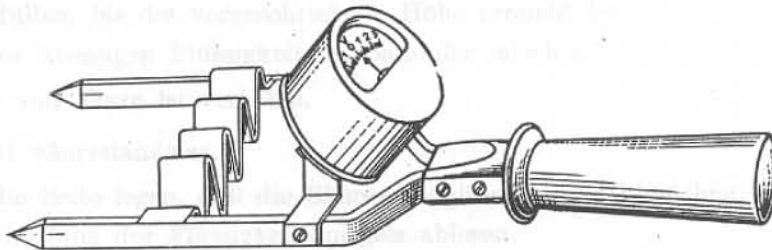

Abb. 11
79. Der Sammlerzellenprüfer (Abb. 11) soll das Prüfen der Spannung einer Startersammlerzelle unter Belastung ermöglichen, um festzustellen, daß der Sammler hohe Ströme abgeben kann, d. h. daß seine Platten oder sonstigen leitenden Teile keine Unterbrechung besitzen. Außerdem ist mit Hilfe des Starterelementprüfers noch feststellbar, daß die Zelle vollständig entladen ist, falls die Zellenspannung unter 1,8 Volt sinkt.